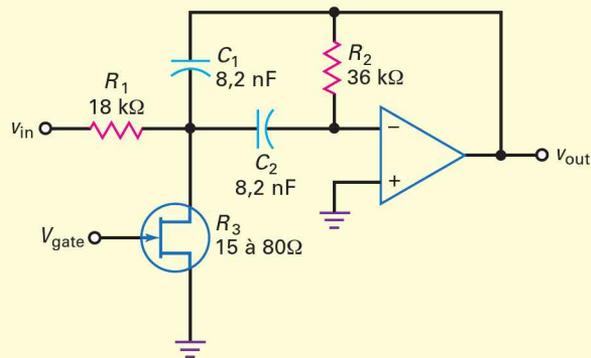

Figure 19.42
La tension grille du JFET de la figure 19.42 peut faire varier la résistance de 15Ω à 80Ω . Que vaut la largeur de bande ? Quelles sont les fréquences centrales minimale et maximale ?
19.11 Avez-vous compris ? En utilisant la figure 19.42, refaire cette question 19.11 en faisant passer R_1 à $10 \text{ k}\Omega$, R_2 à $20 \text{ k}\Omega$.